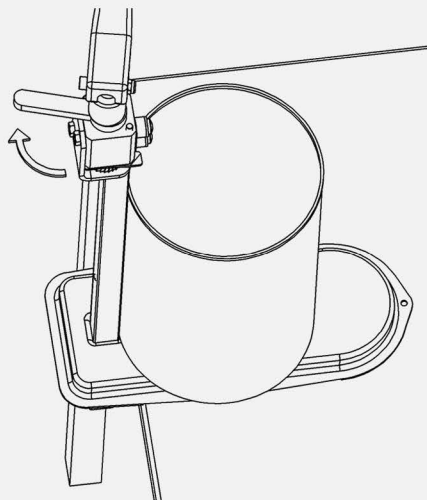

Рисунок 8
Надавите на Боковую рукоятку (06) в сторону часовой стрелки, требуется, чтоб боковая рукоятка полностью упиралась об противоположный Штифт (07), таким образом, между Лезвием (09) и Цилиндрической зубчатой передачей (15) закроется проем, в итоге банка будет крепко зажата между Лезвием (09) и Цилиндрической зубчатой передачей (15) (Рисунок 8).